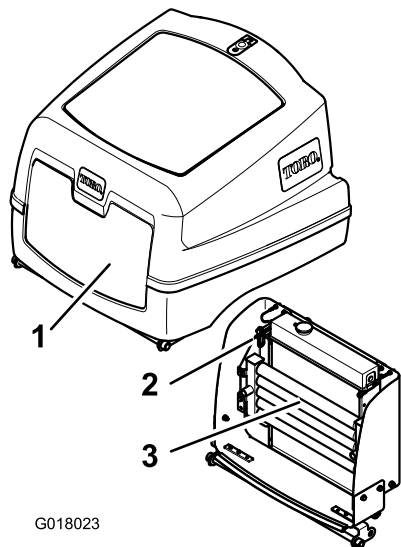

Figura 57
4. Desenganche el cierre y abra la cubierta del motor (Figura 57).